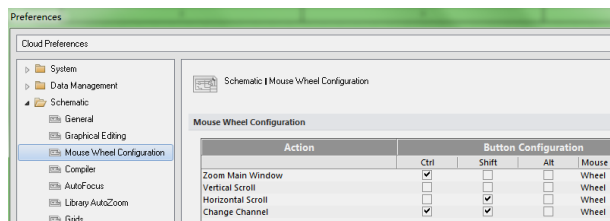

图 2.31
(3) 利用鼠标滚轮, 通过在 **Mouse Wheel Configuration**(鼠标滚轮配置)选项卡中, 对鼠标滚轮的功能进行配置即可, 如图 2.31 所示。按照系统的默认设置, 可以完成如下三项操作。